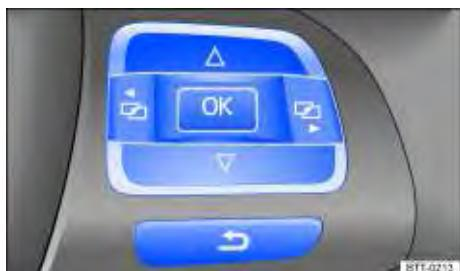

Fig. 14 Lado direito do volante multifunções: teclas de comando dos menus do instrumento combinado.
- Se uma mensagem ou o pictograma do veículo forem exibidos, pressionar a tecla **OK** (\Rightarrow Fig. 13 ① A ou \Rightarrow Fig. 14) ou **ENTER** (\Rightarrow Fig. 13 ① B).
- *Comando com a alavanca dos limpadores do para-brisa:* manter a chave pressionada ② A ou segurar, por pelo menos dois segundos, a tecla basculante ② B para cima ou para baixo. O menu principal é listado \Rightarrow Página 27.